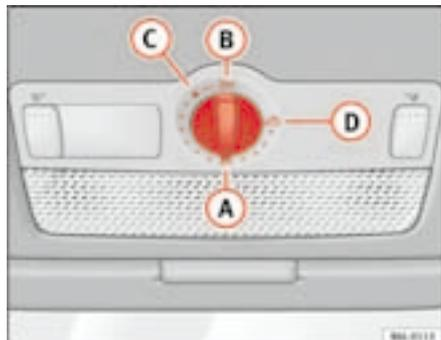

Fig. 53 Detalle del revestimiento interior del techo: mando giratorio del techo corredizo / deflector
- Gire el mando a la posición **A** ⇒ fig. 53 ⇒ .